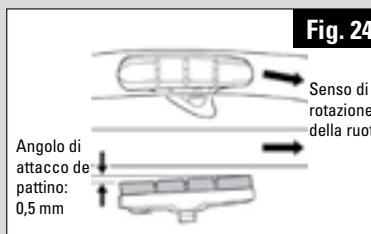

Fig. 24
2. Regolazione posizione pattini (chiave a brugola da 4mm, Fig. 24).